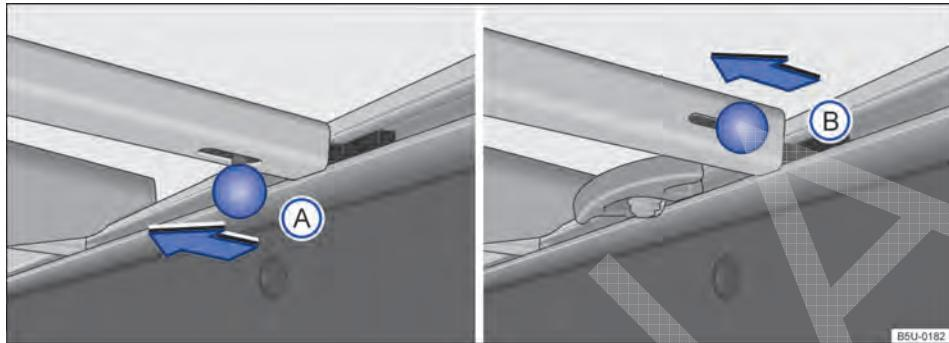

Fig. 36 Travessas no compartimento de carga: (A) veículos com suportes de amarração fixos, (B) veículos com suportes de amarração deslizantes.
- Para remover de tipo (A) ou (B), deslocar o pino de travamento no sentido da seta → Fig. 36.